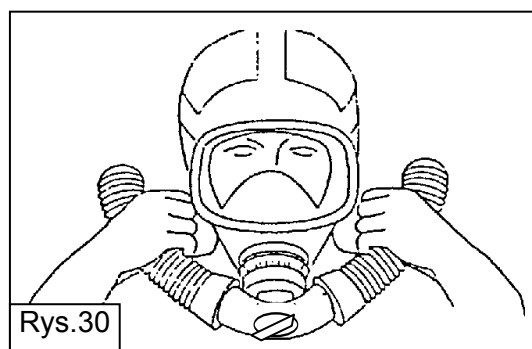

Rys.29
5.8. Uruchomienie. (rys. 29)
- wsunąć śrubę przyłącza komory zaworowej (1) w gniazdo maski (2) i przykręcić ją do oporu.